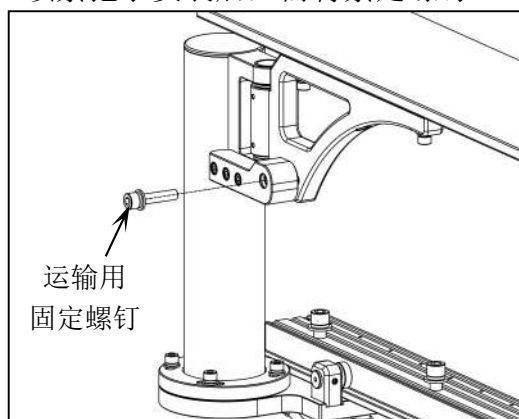

图 10
3. 如图 10 所示，拆除图示运输用固定螺钉，并旋转悬臂，便于后续安装。